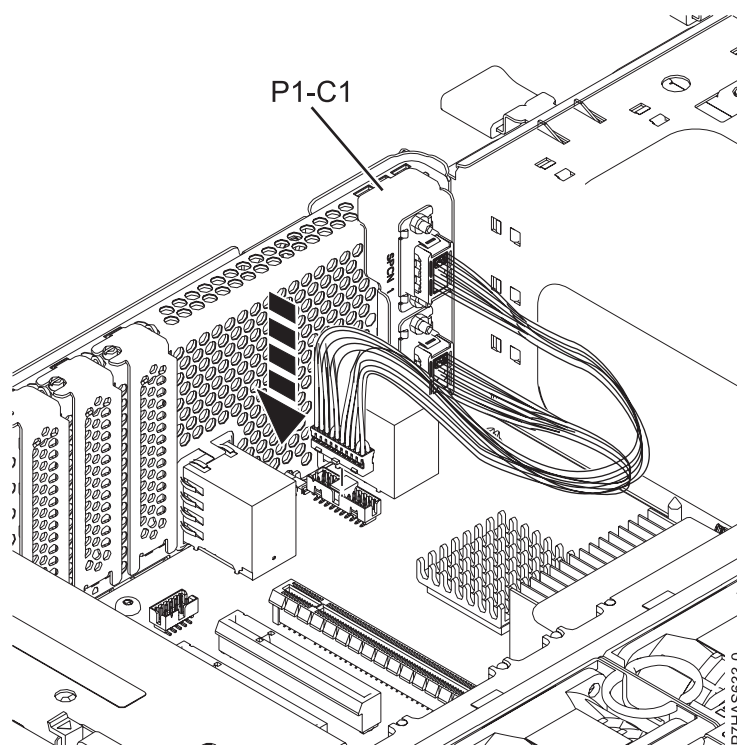

図 4. SPCN ケーブル・アセンブリーの取り付け
- c. 図 4 に示されているように、ケーブルのもう一方の端をシステム・バックプレーンのコネクタに差し込みます。